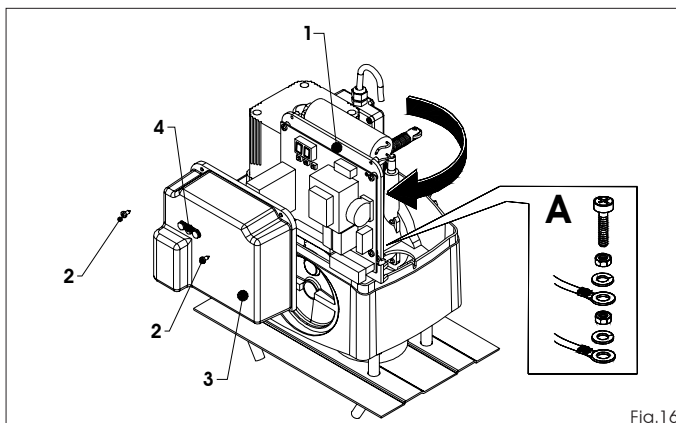

Fig. 16
Conecte el cable de puesta a tierra como se indica en la Fig. 16 ref. A
En los motorreductores versión "C" el equipo electrónico de mando está fijado a un soporte orientable (Fig. 16 ref. 1) con tapa transparente (Fig. 16 ref. 3). En la tapa se han posicionado los pulsadores de programación de la tarjeta (Fig. 16 ref. 4), esto permite programar la tarjeta sin tener que quitar la tapa. Para conectar correctamente la central aténgase a lo indicado en las específicas instrucciones.